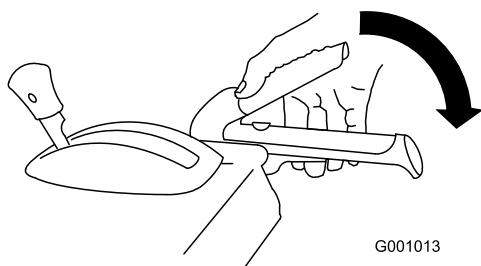

Figura 28
- Innestate la leva della coclea/ventola e mantenetele in posizione (Figura 28).